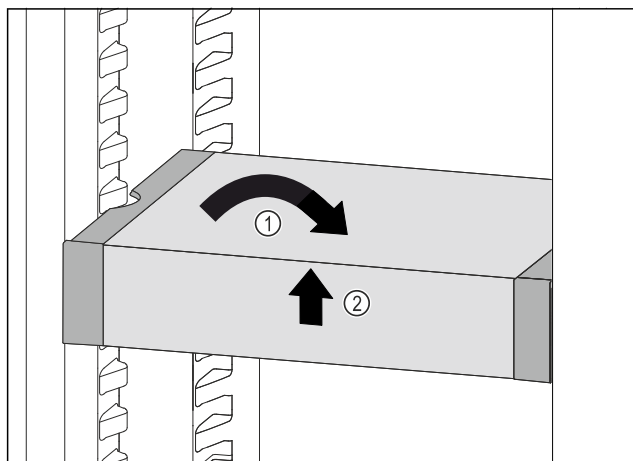

Fig. 129
- Seadke VarioSafe otseks. Fig. 129 (1)
- Tõstke VarioSafe eest üles. Fig. 129 (2)